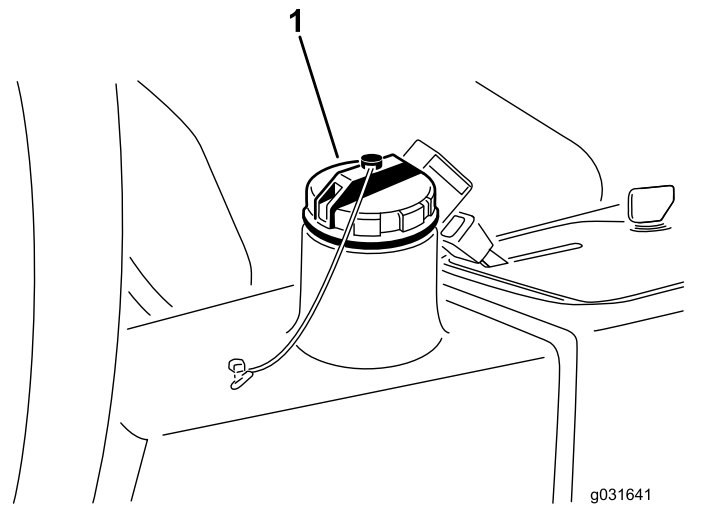

図 66
4. 油圧オイルタンク 図 66 に約 13.2 リットルの油圧オイルを入れる 油圧作動液の仕様 \(ページ 49\) と 油圧オイルの量を点検する \(ページ 49\) を参照。